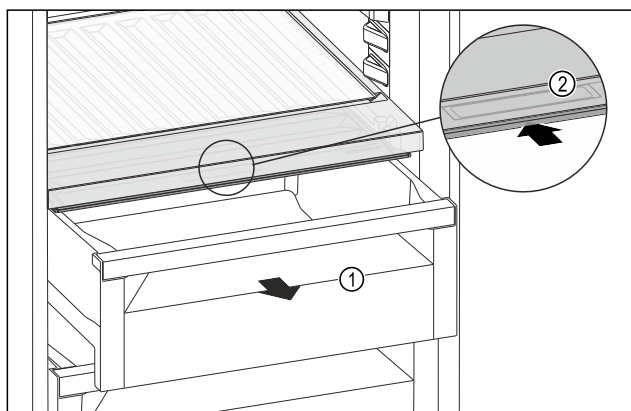

Fig. 184
- Izvucite ladicu Fig. 184 (1).
- Primite ručku Fig. 184 (2) na poklopcu pretinca i istodobno povucite poklopac pretinca prema natrag.